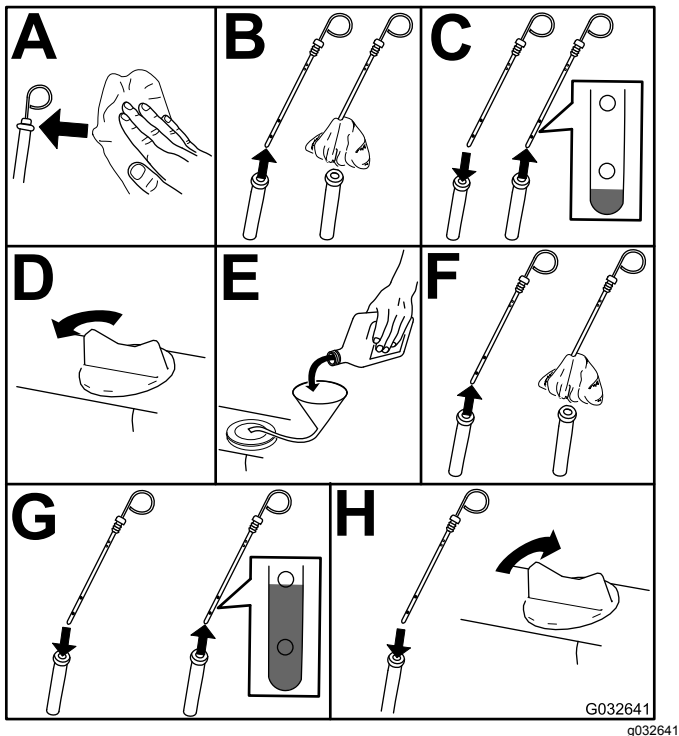

Figura 49
3. Compruebe el nivel de aceite del motor (Figura 49).